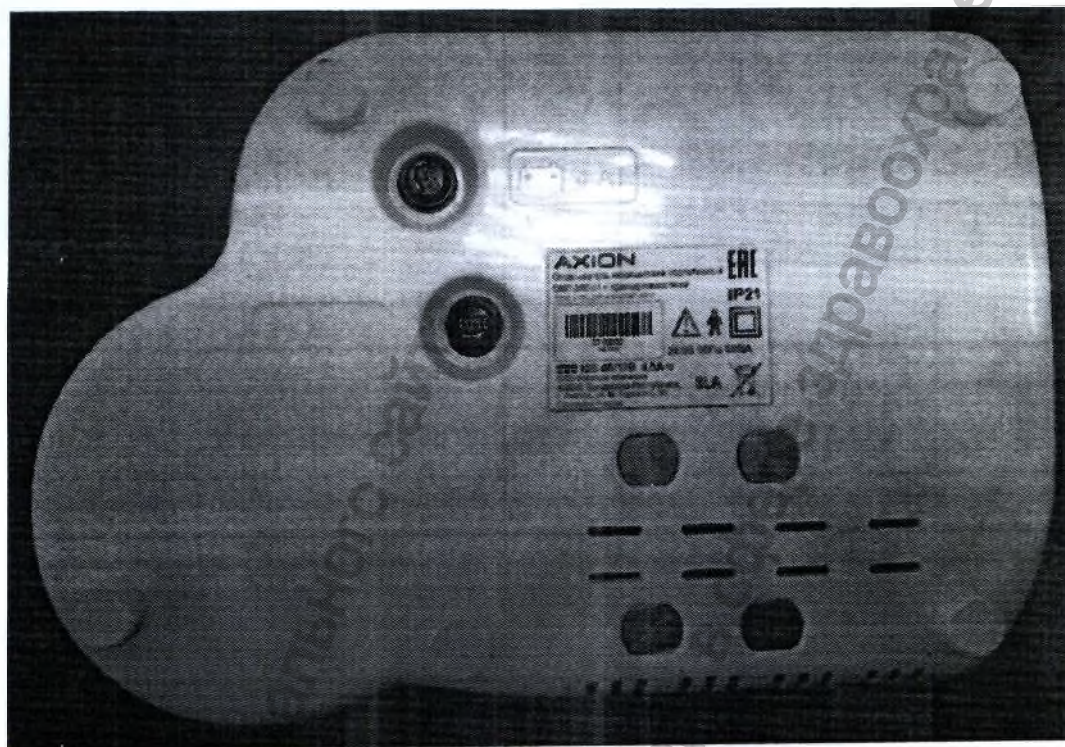

Рисунок 3 - Блок управления отсасывателя ОМП-5/80-01. Вид снизу.
2.4.2.3 На днище блока управления (рис. 3) находится шильдик с маркировкой, вставки плавкие « 4 АТ», «12 В 4 АТ».